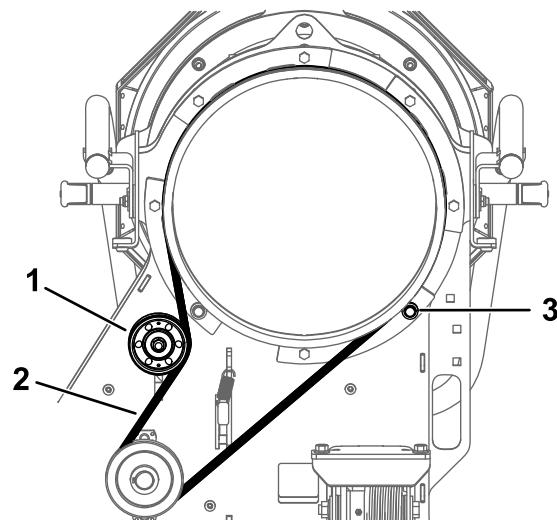

Figura 36
1. Perno (3)
4. Afloje la tuerca de la polea superior y deslice la polea hacia arriba para liberar la tensión de la correa (Figura 36).
5. Retire el cojinete de rodillos (Figura 36).
6. Retire la correa e instale una correa nueva (Figura 36).
7. Instale el cojinete de rodillos (Figura 36)
8. Deslice la polea superior hacia abajo hasta que la desviación de la correa sea de 5 mm (0.19") en el centro del tramo más grande, y apriete la tuerca (Figura 36).